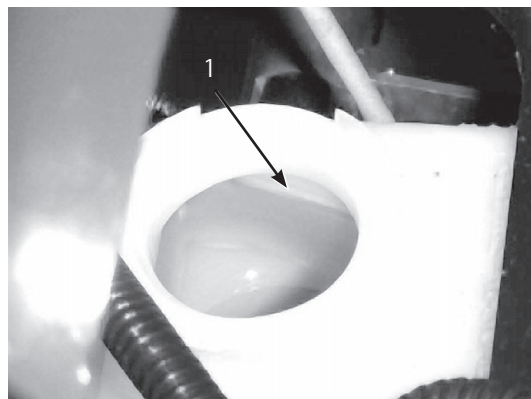

図9
2. タンクの FULL マークまでオイルが入っているのを確認する（図9）。